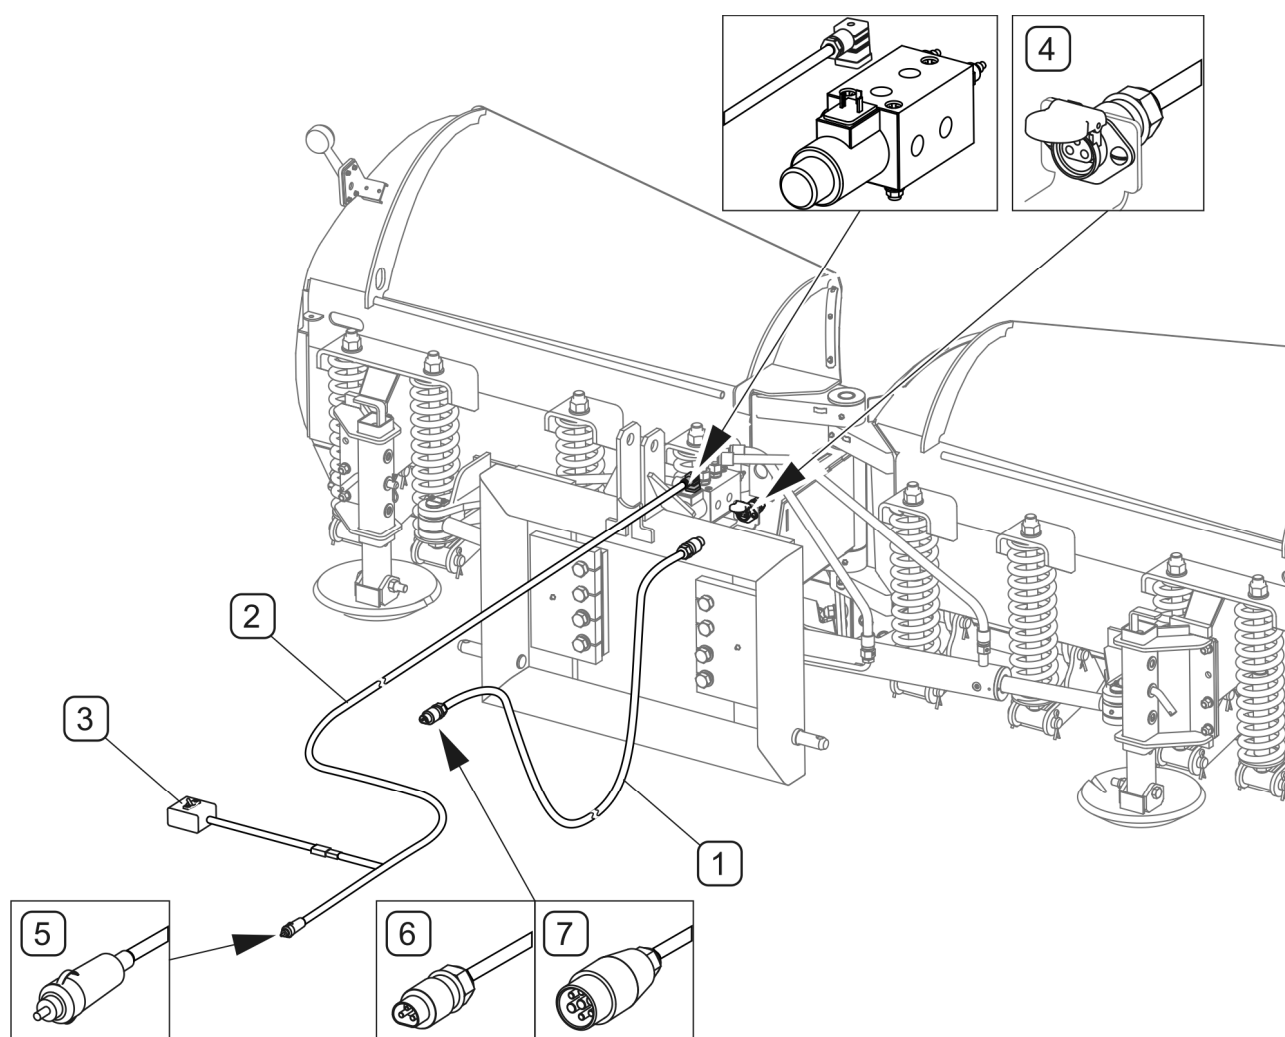

FIG 4.3 Tilslutning af el-anlægget
(1) - ledning til forsyning af lygteanlægget; (2) - ledning til styring af den hydrauliske magnetventil; (3) - omskifter til styring af magnetventilen; (4) - 3-pins kontakt; (5) - cigartænderstik; (6) - 3-pins stik; (7) - 7-pins stik (valgmulighed)
Ledning (1) til forsyning af lygteanlægget (FIG 4.3), afsluttet med et 3-pins stik (6) tilsluttes 3-pins kontakt (4) på plovens stel og den anden ende af ledningen tilsluttes 3-